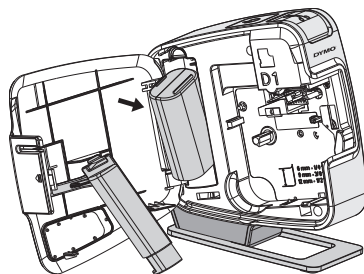

Abbildung 3
- 2 Nehmen Sie den Batteriefachdeckel ab. Siehe Abbildung 3.